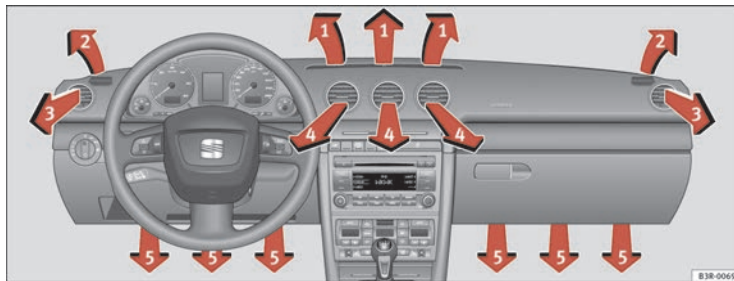

Fig. 132 Tablero de instrumentos: Disposición de los difusores de aire
Los difusores de aire ⇒ fig. 132 ③ y ④ pueden manejarse de la siguiente manera.
Las tres teclas tienen el siguiente significado. Los números hacen referencia a los difusores de aire ⇒ página 169, fig. 132.
Tras desconectar el encendido, el motor del ventilador funciona con la energía que le proporciona el techo solar. Para conseguir una ventilación óptima deben estar abiertos los difusores 3 y 4 → página 169, fig. 132.